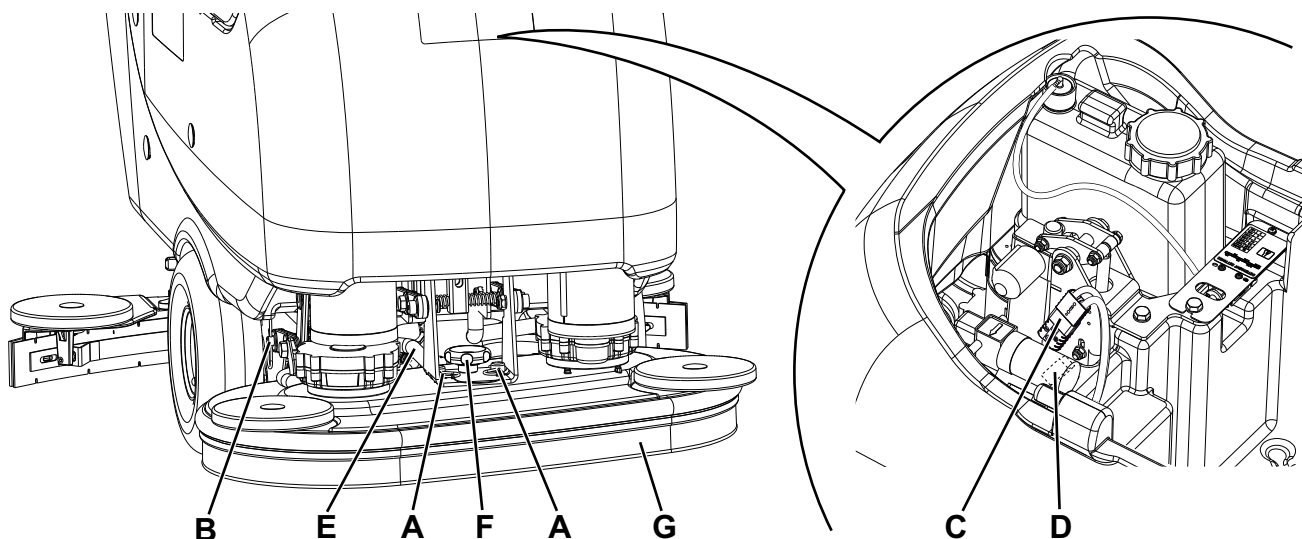

Рис. 7
3. Поверните ключ зажигания (80) в положение «I».
4. Опустите платформу щетки/держателя прокладки, нажав переключатель (71).
5. Поверните ключ зажигания (80) в положение «0».
6. Удалите предохранительные штифты (А, Рис. 7) и [только в случае платформы (18) щетки/держателя прокладки] монтажный штифт (В).
7. Откройте крышку (22) и проверьте, что бачок для отработанной воды (21) пуст, иначе опорожните его с помощью сливного шланга (16). Закройте крышку (22).
8. Возьмитесь за ручку (41) и осторожно поднимите бачок (40), чтобы добраться до электрического разъема платформы.
9. Рассоедините красный разъем (С) и (только в случае платформы для цилиндрической щетки) белый разъем (D).
11. Открутите монтажный маховик (F), затем снимите платформу щетки/держателя прокладки (G).